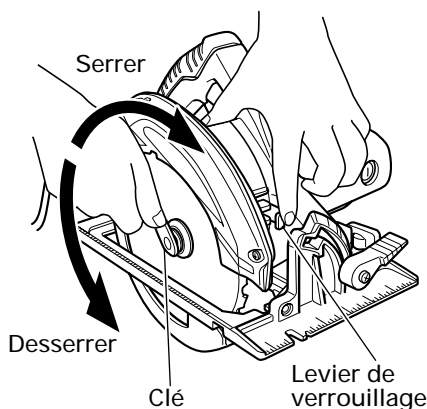
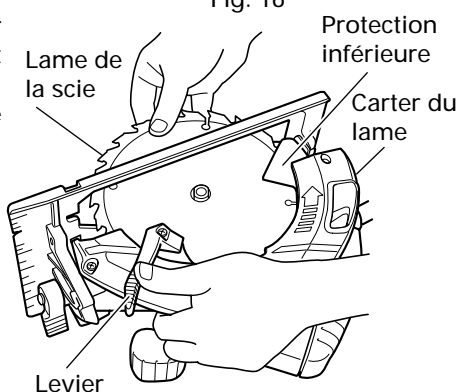

Fig. 16
Fig. 17
- (1) Régler le volume de coupe au maximum, et placer la scie circulaire comme indiqué à la Fig. 16.
- (2) Appuyer sur le levier de verrouillage, verrouiller l'arbre, et retirer le boulon à bride hexagonale et la rondelle (B) à l'aide de la clé.
- (3) Tout en tenant le levier pour maintenir la protection inférieure complètement rentrée dans le carter de lame, retirer la lame de scie. (Fig. 17)